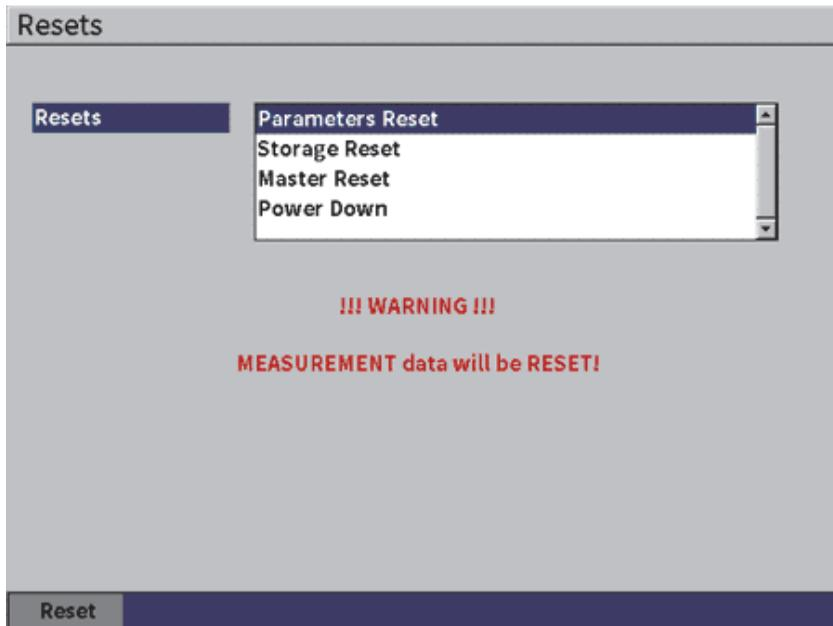

図 5-13 リセット設定ページ
このページは、特定のシステムパラメータを工場出荷時設定に戻します (75 ページの図 5-13 参照)。選択に関連したデータがリセット (消去) されるという警告が表示されます。
- ◆ **リセットアイコン** () を選択して **リセット** 設定ページを開きます (75 ページの図 5-13 参照)。